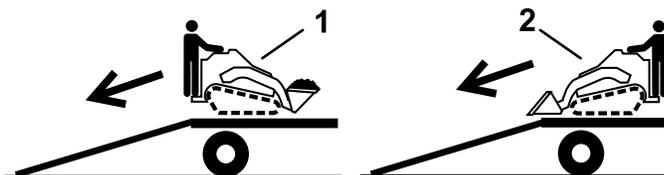

Figura 32
2. Scaricate la macchina dal rimorchio con l'estremità più pesante sulla rampa, trasportando i carichi verso il basso (Figura 32).